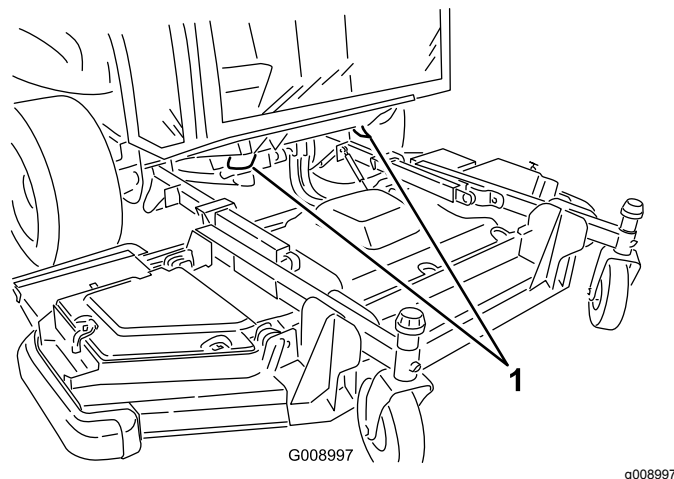

Figure 60
**Avant de la machine** – sous l'avant de la plate-forme de l'utilisateur (Figure 60)